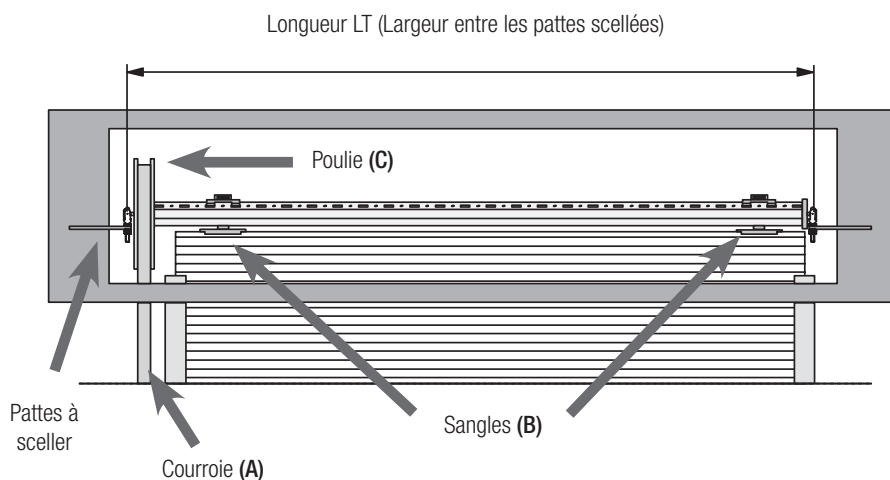

Fig. 3
2. Dégager la courroie (fig. 3 réf. A) de la poulie (fig. 3 réf. C) et décrocher les sangles (fig. 3 réf. B) du rouleau existant.
- 1) LE KIT ROULEAU TÉLESCOPIQUE JACK DOIT ÊTRE ASSEMBLÉ EN FONCTION DE LA LONGUEUR "LT" (Fig. 3 ou 5)